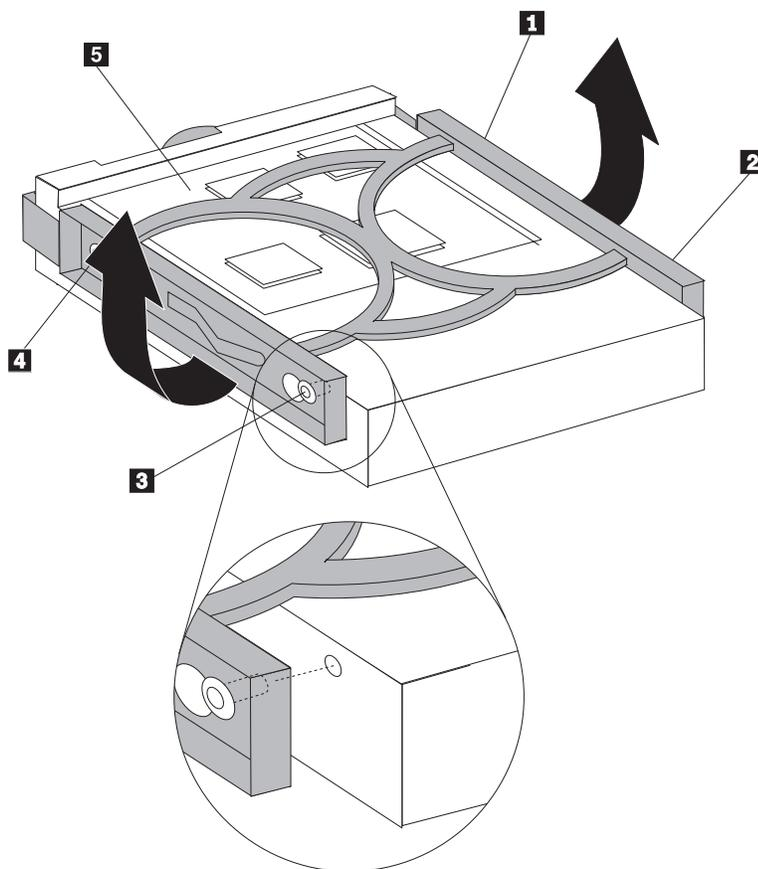

Figure 28. Installation de l'unité de disque dur dans le crochet
7. Pour installer la nouvelle unité de disque sur dans le support bleu, faites-le fléchir et alignez les broches **1** à **4** avec les trous de l'unité de disque dur. Voir figure 28. Ne touchez pas à la carte à circuits **5** située en bas de l'unité de disque dur.